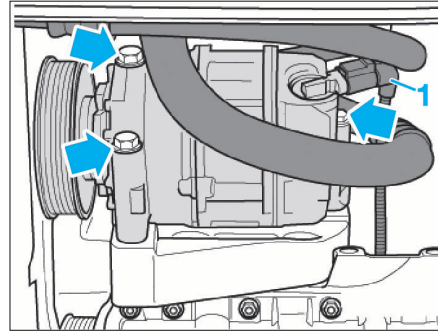

FIG. 29
- Débrancher le connecteur électrique (1) de la vanne de régulation du compresseur de climatisation (Fig.29).